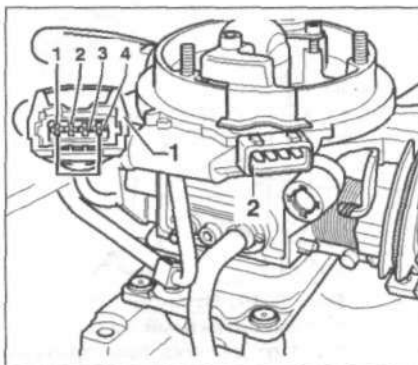

Рис. 5.53. Отсоедините разъем проводки 1 от датчика 2.
5. Отсоедините разъем проводки 1 от датчика 2 (рис. 5.53).